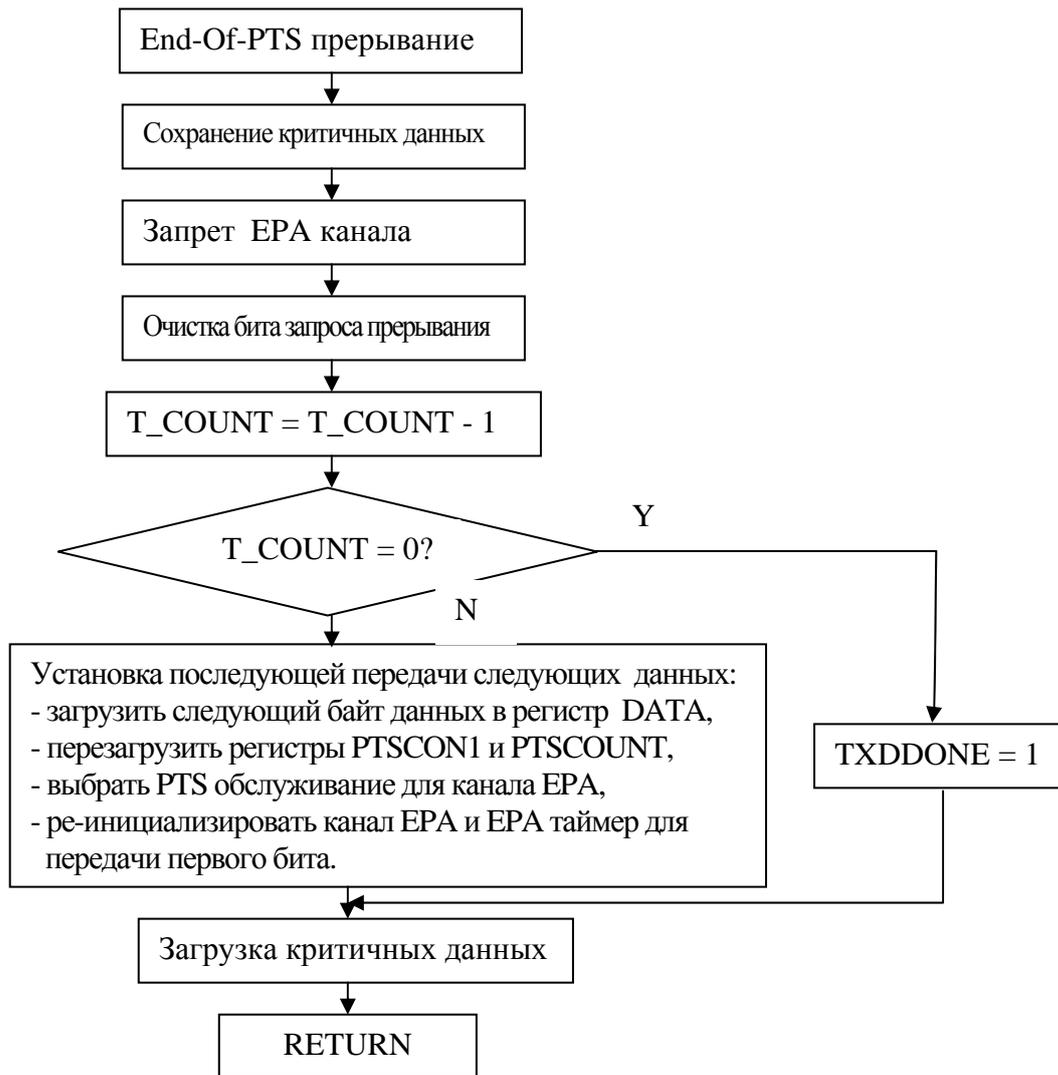

Рисунок 6.22 – Режим синхронного последовательного вывода. Блок-схема прерывания end-of-PTS
13. Начало передачи. Данные сдвигаются, начиная с младшего (самого правого) бита. Каждый раз, когда происходит совпадение между EPA0_TIME и TIMER1, канал EPA0 производит прерывание и переключает SCK сигнал. PTS выводит следующий бит данных на вывод, функционирующий как TXD по нечетным циклам PTS. Когда PTSCOUNT уменьшится до нуля, PTS вызывает end-of-PTS прерывание (рисунок 6.22). Процедура обслуживания прерывания запрещает канал EPA, потому что в конце цикла PTS следующее время переключения SCK загружается в регистр времени события. Если переключение происходит, полярность синхроимпульсов изменится из-за нечетного числа переключений. Процедура обслуживания прерывания должна загрузить следующий байт данных, перезагрузить PTSCOUNT и PTSCON1, выбрать обслуживание PTS для EPA0 и регистров EPA0_TIME и EPA0_CONTROL.